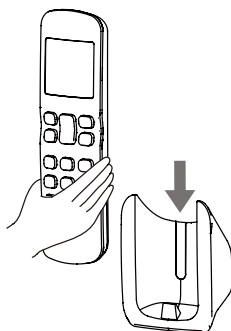

Рисунок 2.5
3) Вертикально вставьте пульт ДУ в держатель (см. Рис. 2.5).